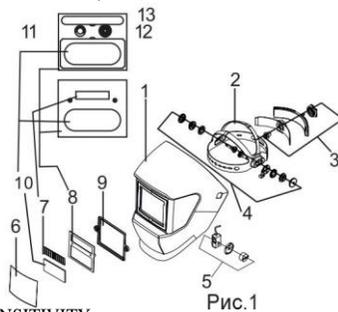

Рис.1
1. Две батареи типа AAA (съемные) и солнечные элементы используются в качестве 2-х источников питания (Рис.1 п.13).
2.1. Можно настроить степень затемнения в области от 8,5 до 12,5 DIN. Ручка регулировки степени затемнения находится на внешней стороне маски (Рис.1 п.5). Установите нужный номер затемнения путем вращения ручки.
3.1. Скорость просветления обозначает время перехода светофильтра из темного состояния в светлое состояние в соответствии с токами сварки и интенсивности остального света. Данный параметр настраивается путем регулировки ручки «DELAY» (Рис.1 п.12).
4.1. В соответствии с технологией сварки и светом окружающей среды, настройка чувствительности выполняется путем регулировки ручки «SENSITIVITY» (Рис.1 п.11).